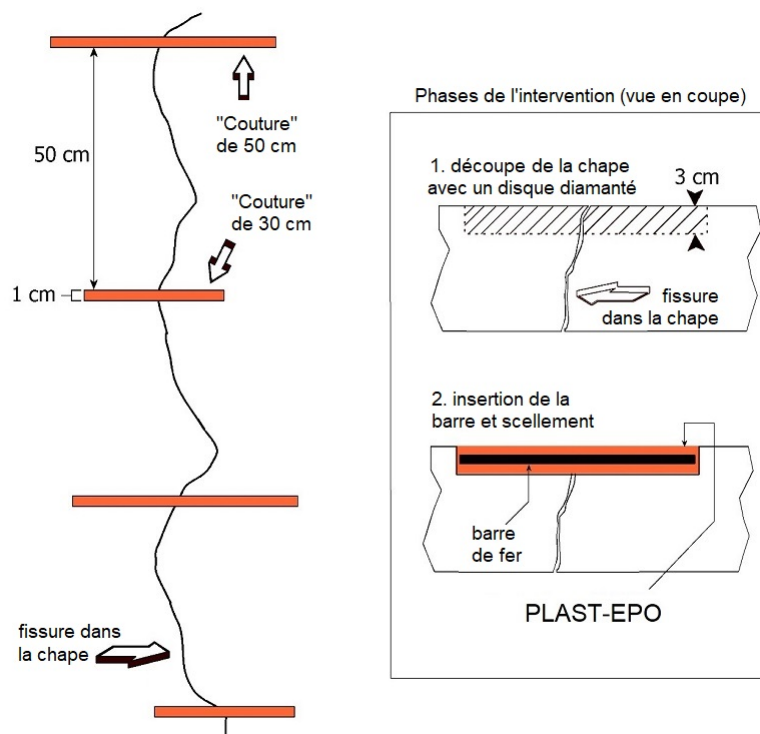

Fig. 1 - Cossion d'une fissure en MOUVEMENT
- La jointure peut être la même que celle de la méthode utilisée pour les FISSURES MOBILES (voir le paragraphe correspondant et la Figure 1) s'ils sont suffisamment pris pour avoir épuisé la plus grande partie du retrait hygrométrique (environ 1 mois pour